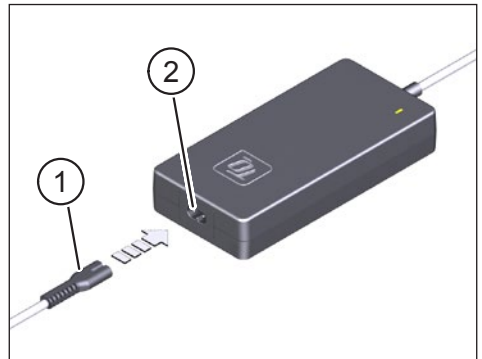

Fig. 1: Sluit de Charger aan op de voeding
- ▶ Steek de stekker van het kleine apparaat in het stopcontact (Pos. 1 in Fig. 1) van het landspecifieke netsnoer in de aansluiting (Pos. 2 in Fig. 1) op de Charger.